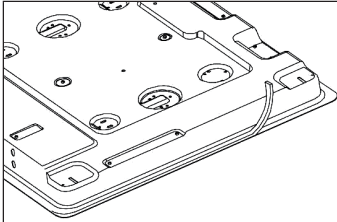

Ilustración 6
- Despegue la parte trasera del canto lateral que posee el acolchado de gomaespuma (véase ilustración 6).